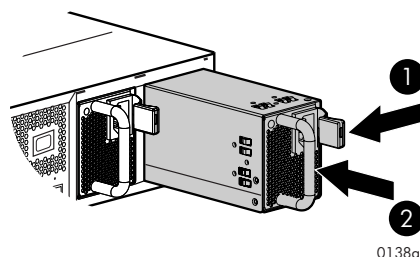

Figure 4 Instalacin de una fuente de alimentacin
2. Mientras presiona el pestillo de montaje (1, Figure 4), deslice la fuente de alimentacin dentro de la carcasa hasta que est completamente colocada (2).